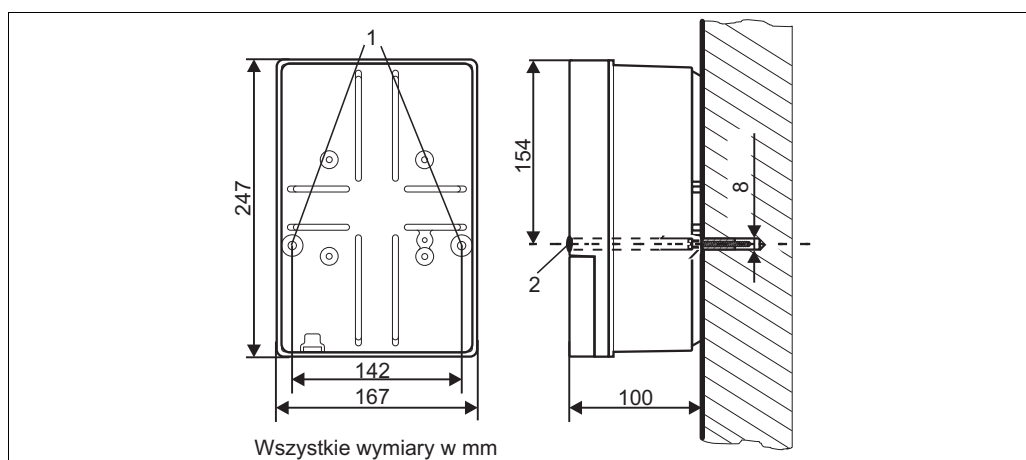

Fig. 10: Wymiary do montażu ściennego, śruba mocująca:  $\text{Ø} 6 \text{ mm}$ , kolek rozporowy:  $\text{Ø} 8 \text{ mm}$
1. Przygotować otwory montażowe wg Rys. 10 (na poprzedniej stronie).